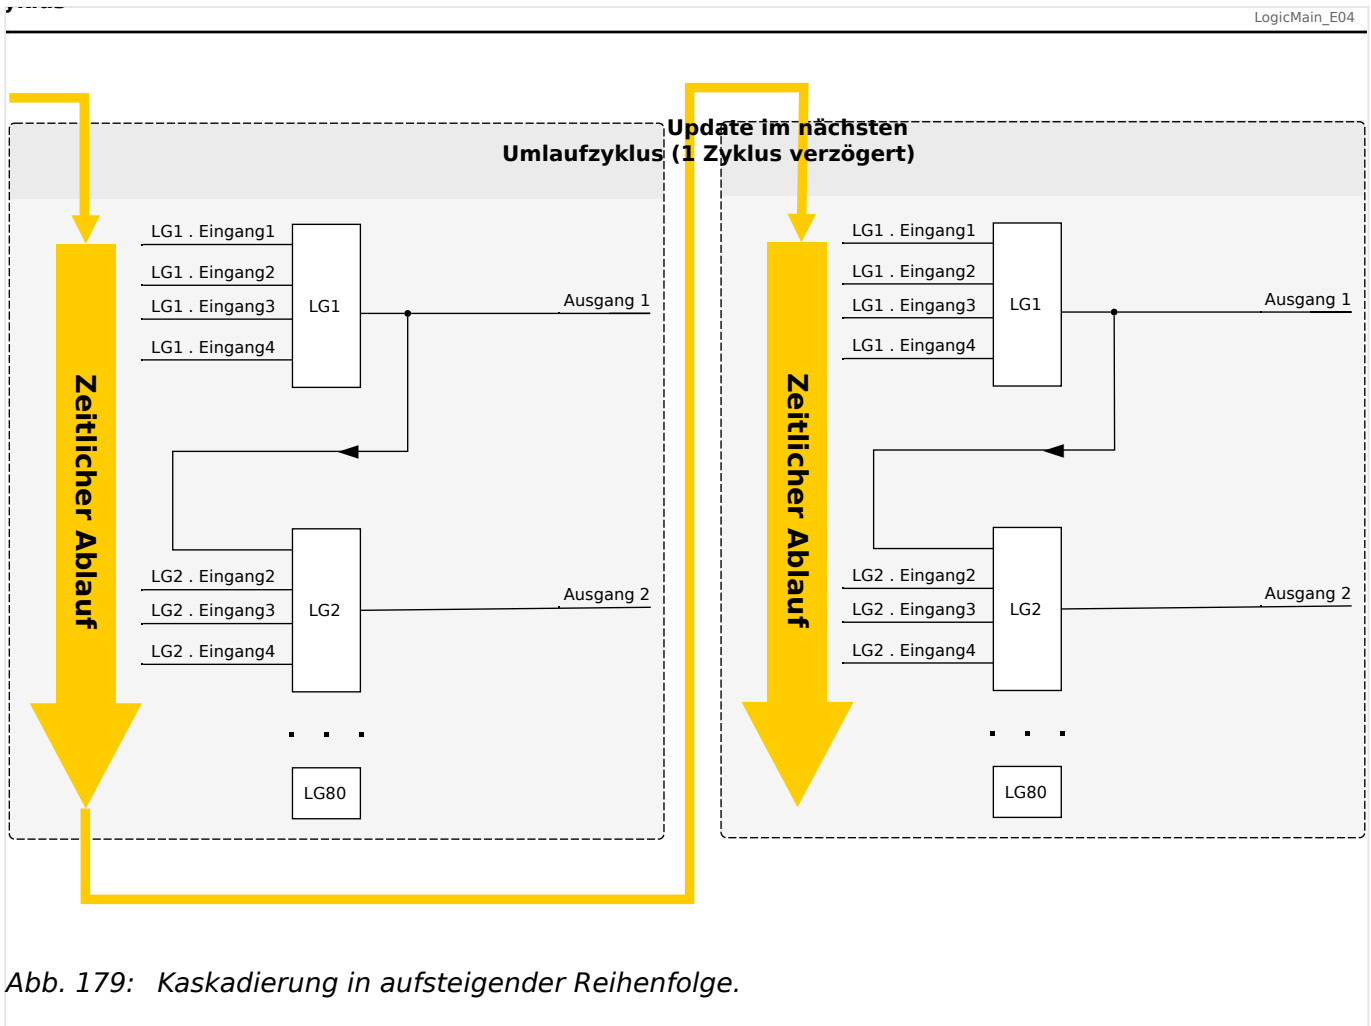
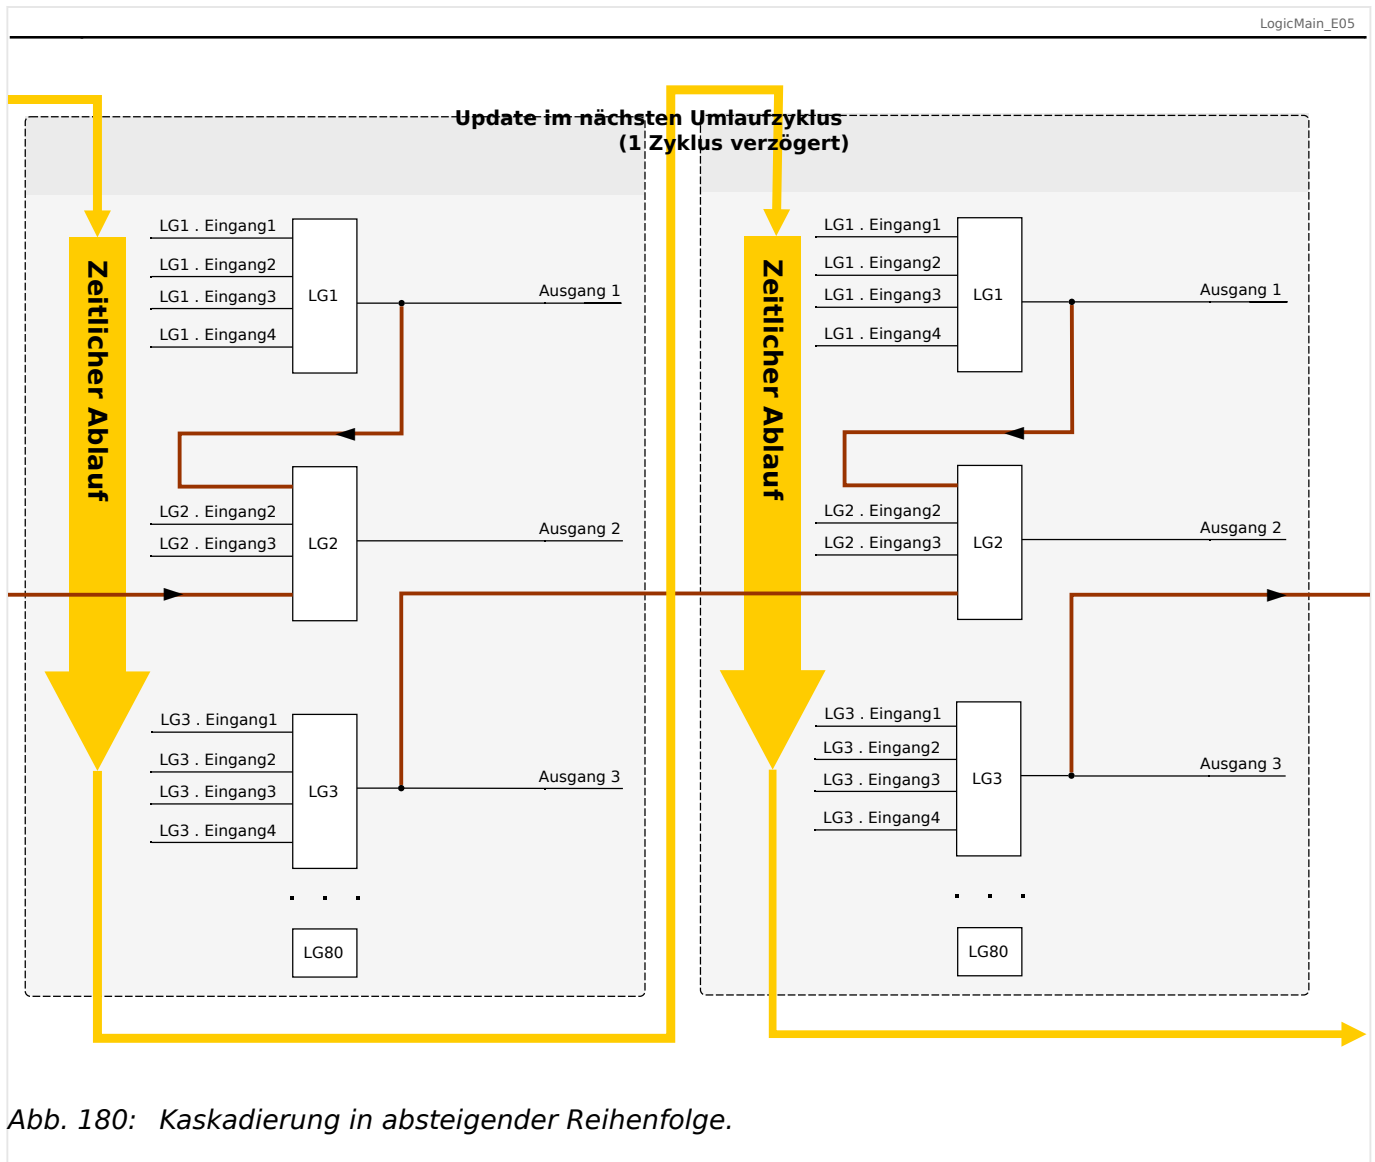

Abb. 179: Kaskadierung in aufsteigender Reihenfolge.
Abb. 180: Kaskadierung in absteigender Reihenfolge.
- Kaskadierung in **aufsteigender** Reihenfolge bedeutet, dass der Ausgang einer Logikgleichung auf den Eingang einer Logikgleichung mit **höherer** Nummer rangiert wird. Das Diagramm →Abb. 179 weiter unten zeigt ein Beispiel, bei dem der Ausgang von LG1 auf einen Eingang von LG2 rangiert wird.
- Kaskadierung in **absteigender** Reihenfolge bedeutet, dass der Ausgang einer Logikgleichung auf den Eingang einer Logikgleichung mit **niedrigerer** Nummer rangiert wird. Das Diagramm →Abb. 180 zeigt ein Beispiel, bei dem der Ausgang von LG3 auf einen Eingang von LG2 rangiert wird.
Bei der Konfiguration des Schutzgerätes bestehen keinerlei Einschränkungen oder Unterschiede zwischen aufsteigender und absteigender Reihenfolge. Da allerdings während der Laufzeit des MCDLV4 die Logikgleichungen in aufsteigender Reihenfolge ausgewertet werden, haben die resultierenden Ausgangswerte, die am Eingang der Logikgleichung anstehen, ein unterschiedliches „Alter“, wie in →Abb. 179 und →Abb. 180 veranschaulicht wird.
Das in Abb. 180 gezeigte Beispiel zeigt eine Konfiguration von „Logikgleichung 2“, die den Ausgang von zwei weiteren Logikgleichungen, „Logikgleichung 1“ und „Logikgleichung 3“, als Eingangszustände verwendet. Hierbei ist der Ausgang von „Logikgleichung 1“ in aufsteigender Reihenfolge verwendet, sodass der Wert in jeweils demselben Prozesszyklus ermittelt wird. Der Ausgang von „Logikgleichung 3“ wird in absteigender Reihenfolge verwendet, sodass der Wert in dem jeweils vorherigen Prozesszyklus ermittelt wurde.